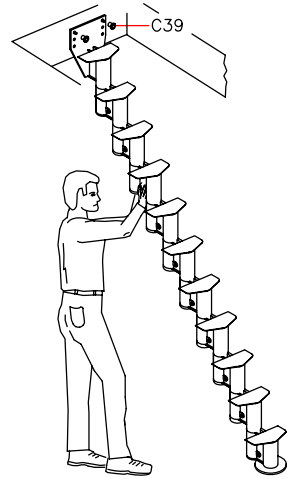

**FIG. 2**
- 1) la contrahuella, anteriormente calculada, que incluye también el espesor del peldaño (L19 o L20) (fig. 2).
23. Volver a montar el primer peldaño (L19 o L20) y fijar al pavimento, el elemento F01, a la altura del primer barrote, taladrando con una broca  $\varnothing$  8 mm ( $\frac{5}{16}$ ""). Utilizando los elementos B11, B12, B83 y B02 (fig. 2).